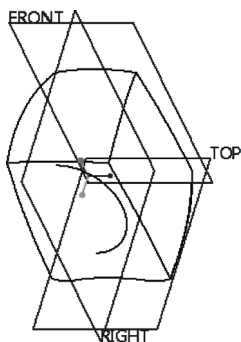

图 12-96 创建投影曲线
6) 在“投影曲线”选项卡中单击✔(完成)按钮，创建的投影曲线如图 12-96 所示。